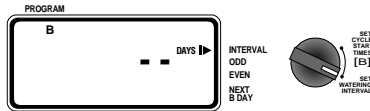

Abb. 7: Einrichtung von Programm B für einen festen Plan
- Drehen Sie die Wählscheibe, um **SET WATERING INTERVAL** (Bewässerungsintervall) einzustellen. Der Cursor blinkt rechts vom Wort **INTERVAL** (Intervall) auf. [siehe Abb. 7.]